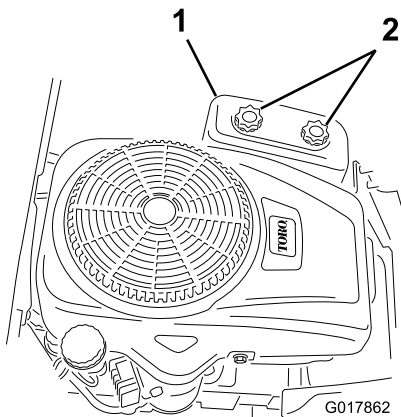

Figura 28
4. Retire la tapa del limpiador de aire desenroscando los 2 pomos (Figura 28).